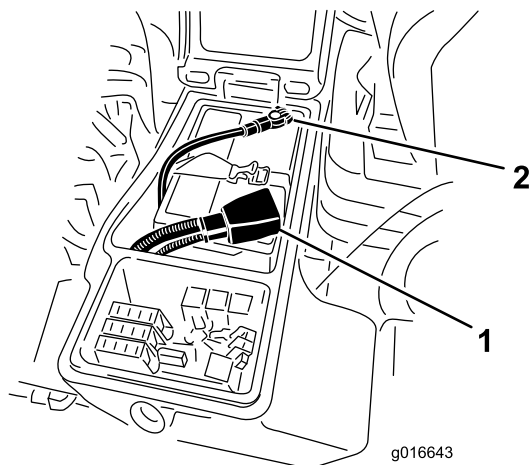

Figura 86
- Desconecte el cable negativo de la batería (Figura 86).